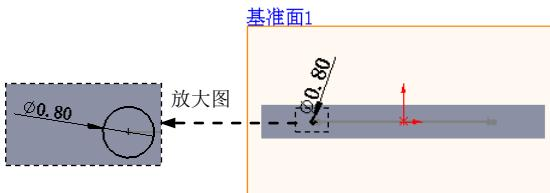
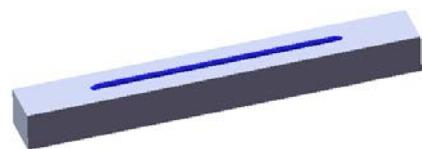

图 15.3.21 草图 2
图 15.3.22 扫描 1
Step5. 创建图 15.3.21 所示的草图 2。
(1) 选择下拉菜单 **插入(I)** → **草图绘制** 命令。
(2) 定义草图基准面。选取基准面 1 作为草图基准面。
(3) 绘制草图。在草图环境中绘制图 15.3.21 所示的草图 2。
(4) 选择下拉菜单 **插入(I)** → **退出草图** 命令，退出草图设计环境。
Step6. 创建图 15.3.22 所示的扫描 1。
(1) 选择下拉菜单 **插入(I)** → **凸台/基体(B)** → **扫描(S)...** 命令，系统弹出“扫